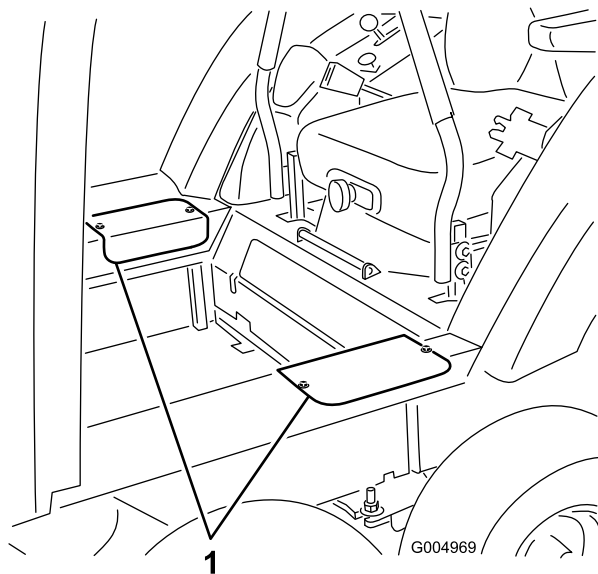

図 74
6. 各サイドアクセスカバーを固定しているねじ左右それぞれ2本を取ってカバーを外す 図 74。